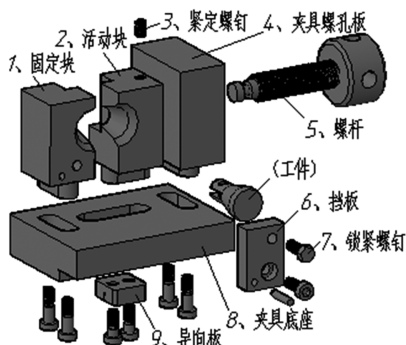
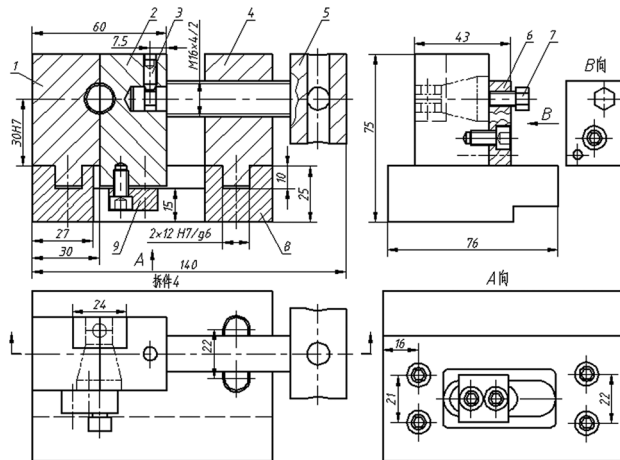

图3 夹具爆炸图
图4 夹具装配图
作用,定位的同时也夹紧,夹紧方案如图3所示。
1) 装配图: 夹具的爆炸图如图3所示,装配图如图4所示,其中图4的零件编号与图3的零件编号表示的零件是一致的,且均为非标准件。